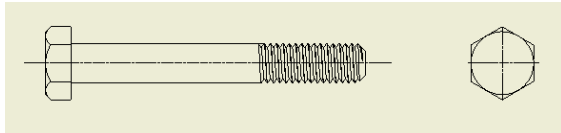

图 12-7 创建中心标记
②对于投影侧视图，单击【标注】标签栏【符号】面板上的【中心标记】工具按钮，移动鼠标指针到圆形中心左右，则圆形的中心被自动捕捉，显示为一个绿色的小圆点，单击左键即可在圆形中心处创建中心标记，如图 12-7 中的侧视图所示。